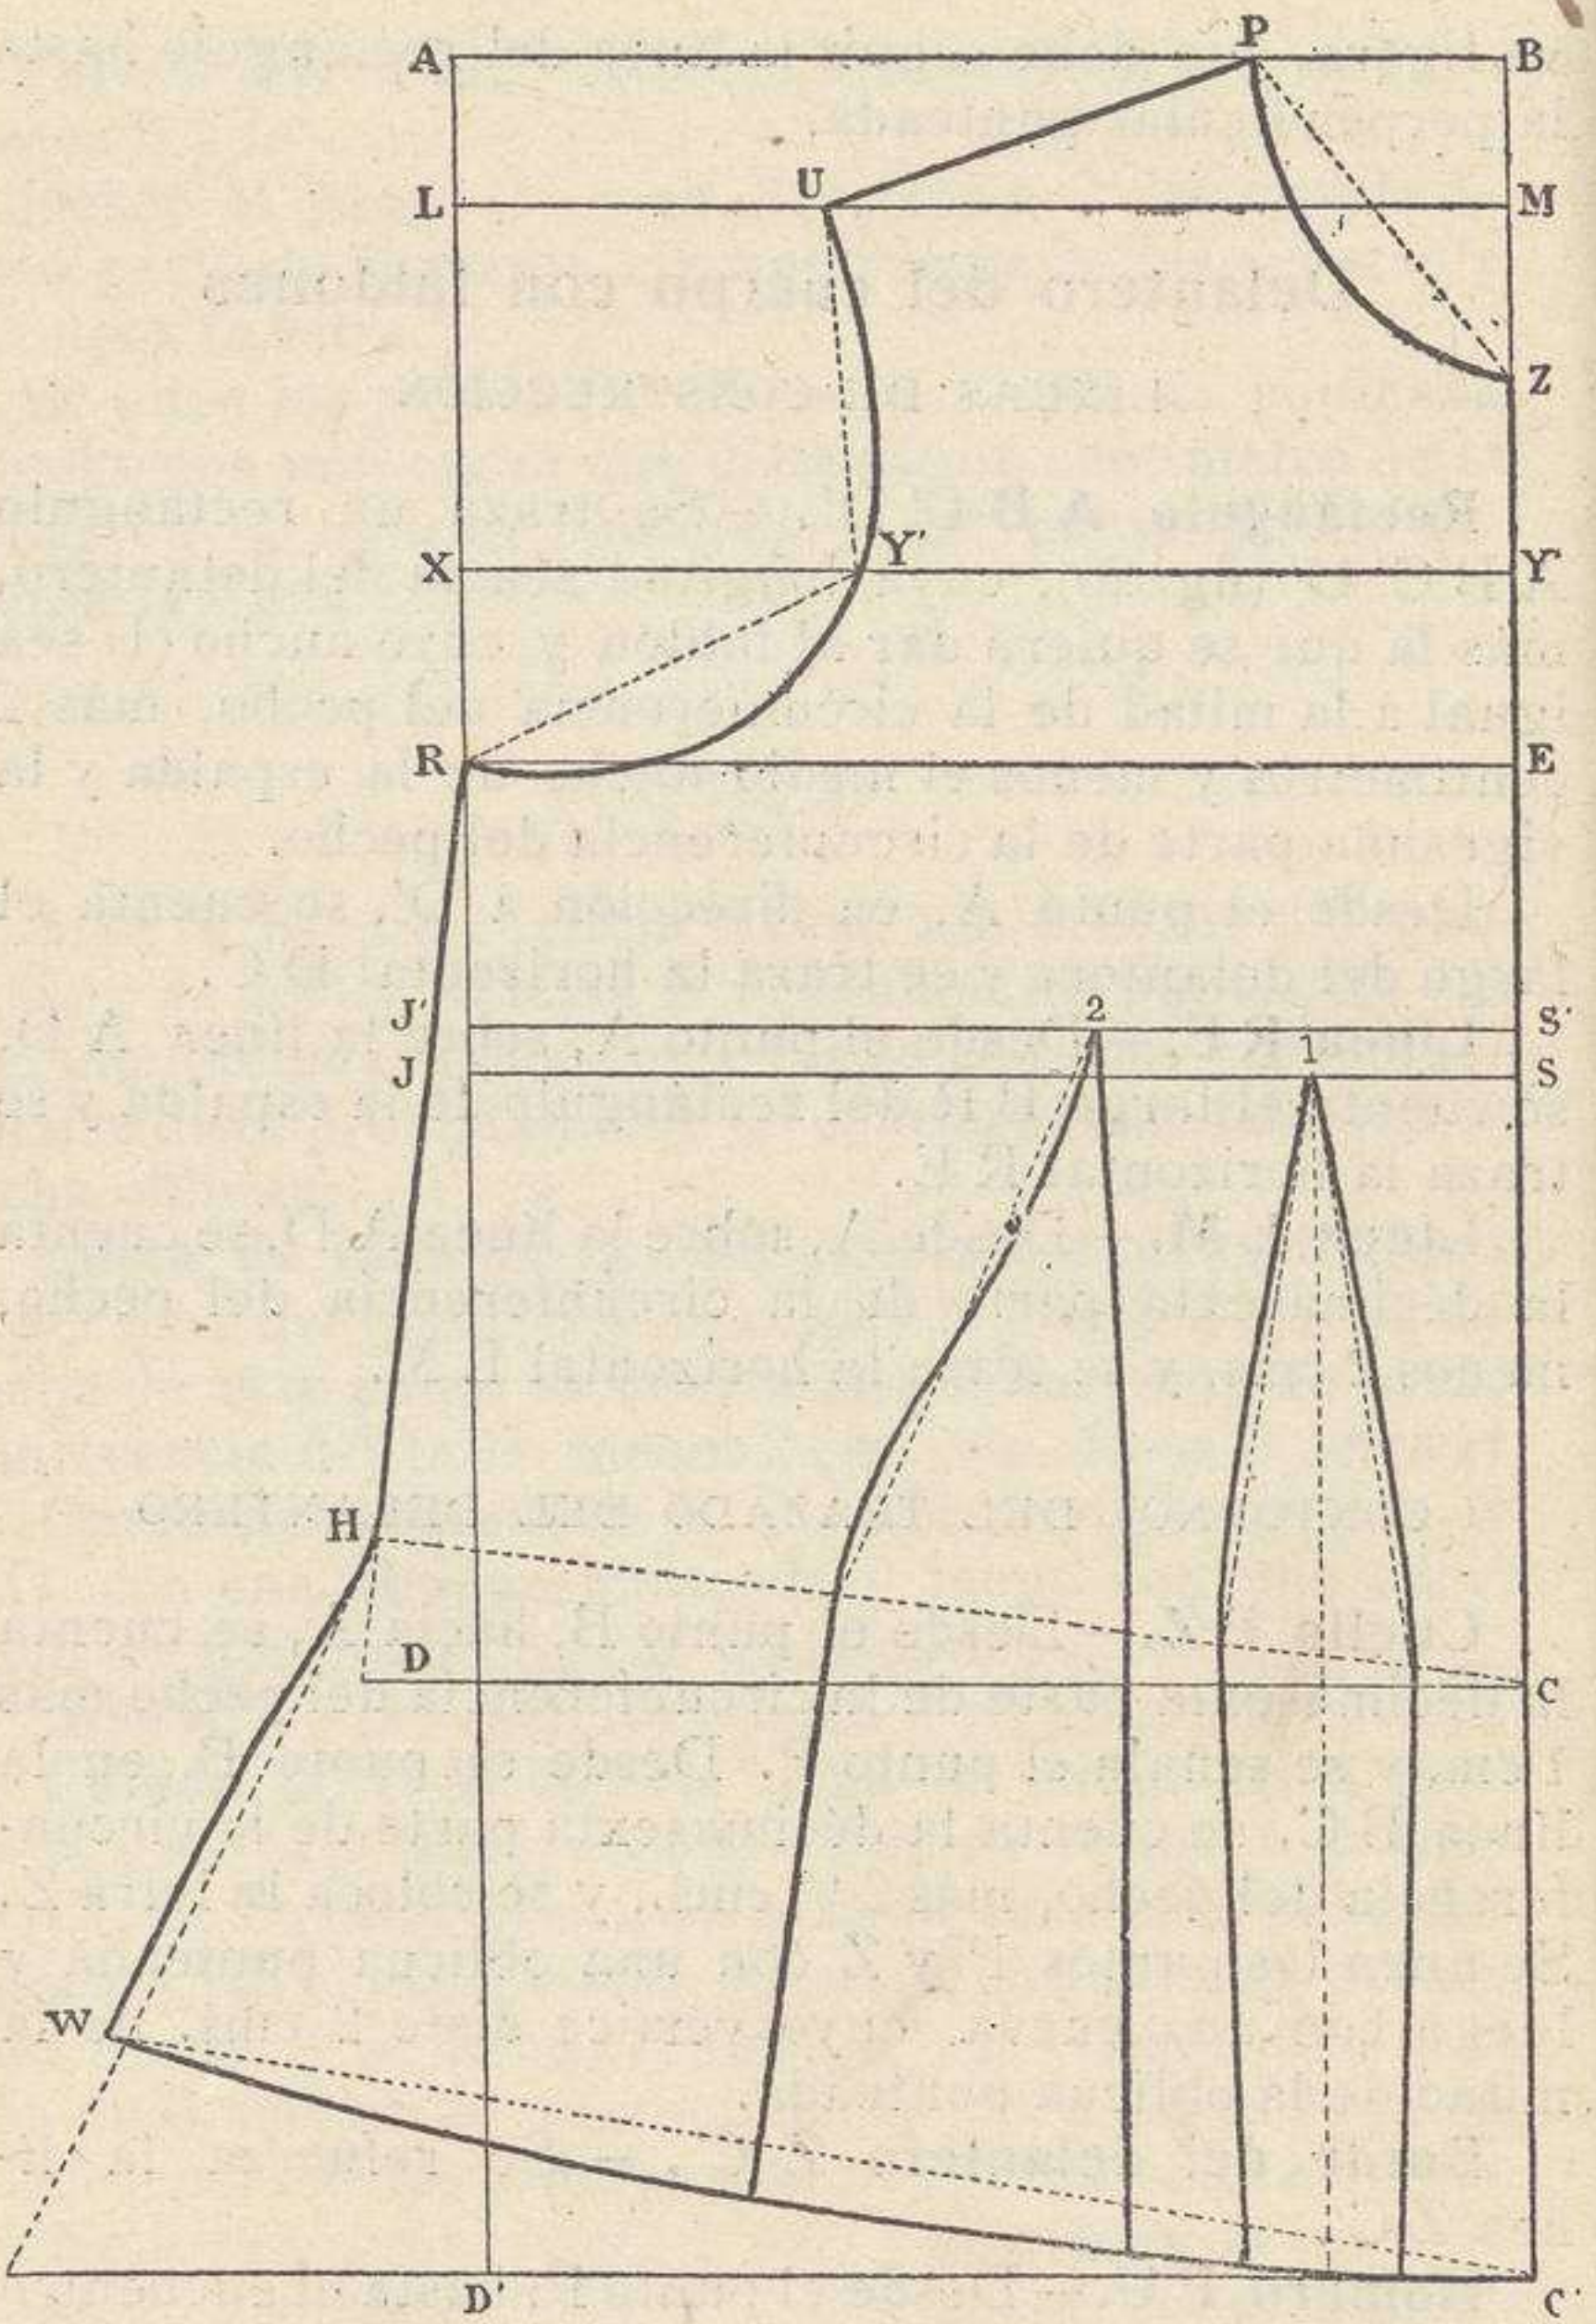

Fig. 26.—(4/5 del tamaño real). Delantero del cuerpo con faldones.
**Rectángulo A B C' D'.** — Se traza un rectángulo A B C' D' (fig. 26), cuya longitud sea la del delantero, más la que se quiera dar al faldón y cuyo ancho (1) sea igual á la mitad de la circunferencia del pecho, más 2 centímetros y menos el medio ancho de la espalda y la vigésima parte de la circunferencia del pecho.